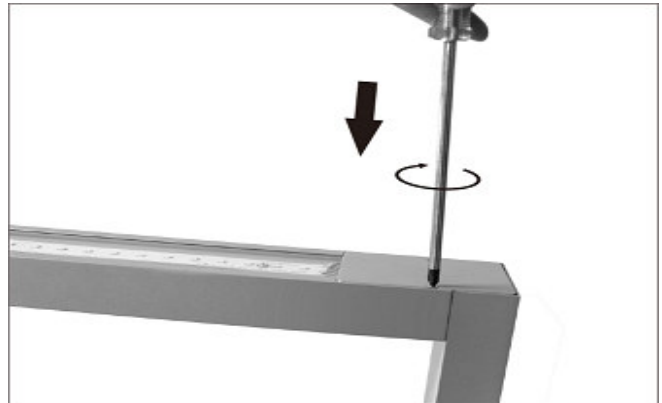

Abb.8: Abdeckung wieder montieren
6. Die Abdeckung wieder am Kopf montieren (Abb. 8)